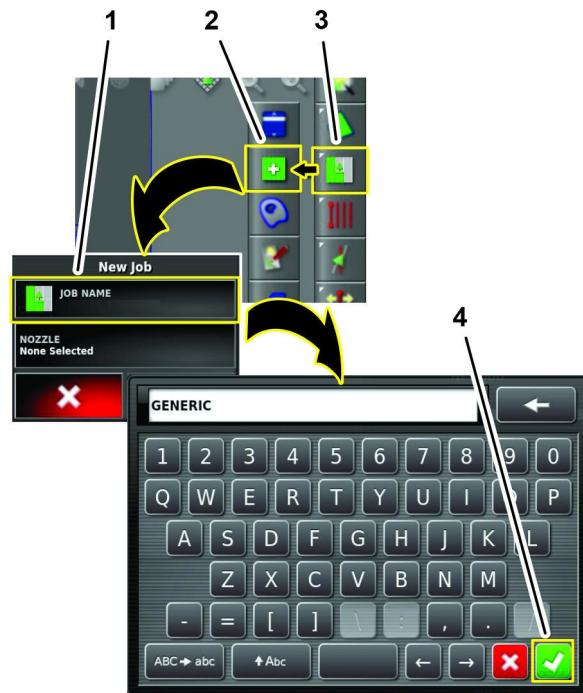

図 159
1. 作業メニューを押し、新しい作業を作成アイコンを押す図 159。
2. 画面上キーボードから一般作業名を入力し、承認アイコンを押す図 159。